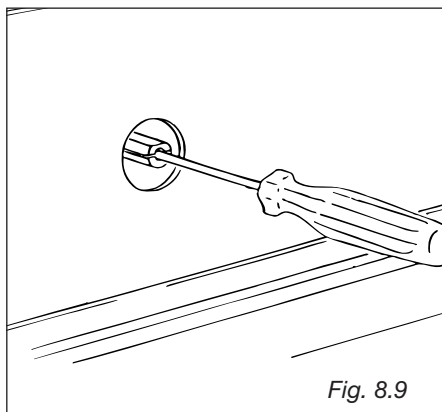

Fig. 8.9
- à l'aide d'un tournevis mince tourner la vis à l'intérieur de la tige jusqu'au moment où l'on obtient le réglage correct (fig. 8.9).